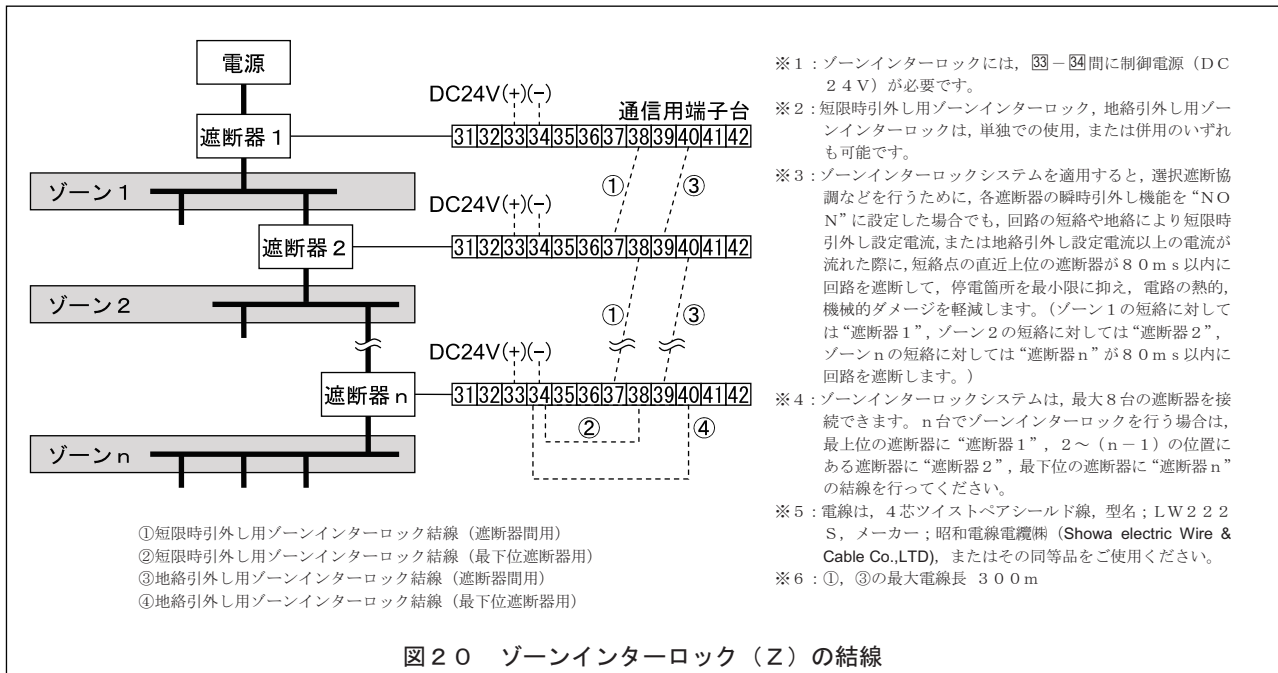

図 20 ゾーンインターロック (Z) の結線
過電流引外し装置 (OCR) にゾーンインターロック (Z) 機能が付属する場合、遮断器群の結線を図 20 に示します。ゾーンインターロック (Z) 以外の回路については、図 14, 16 を参照ください。